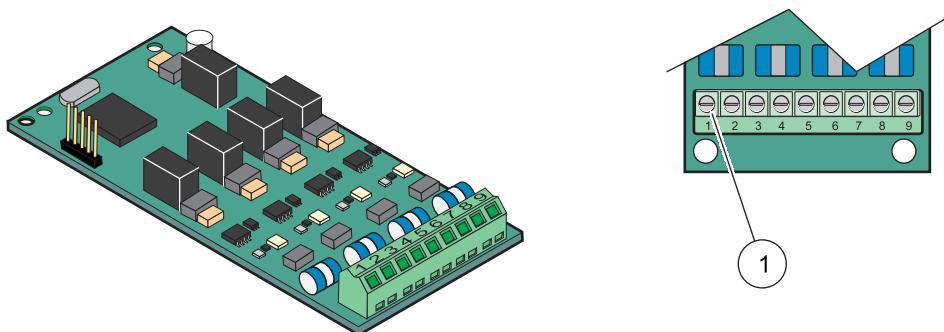

Рисунок 23 Подключения кабеля платы выхода (YAB019)
4. Пропустите кабель через основание модуля, хорошо подготовьте и вставьте каждый провод в клемму в соответствии с Рисунок 23 и Таблица 6. Осторожно подергайте провод после каждой вставки, чтобы убедиться в том, что соединение надежно.